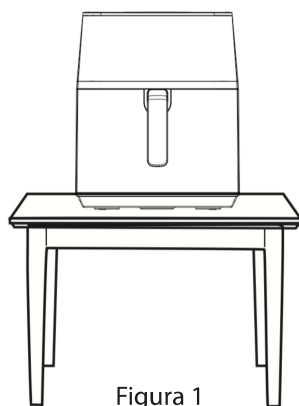

Figura 1
1. El producte s'ha de col·locar de manera estable sobre una taula plana (Figura 1), de manera que el cable d'alimentació tingui una longitud suficient per endolcir-se a la presa de corrent, i l'aire al voltant del producte s'ha de mantenir en circulació i no ha d'estar a prop d'articles inflamables.